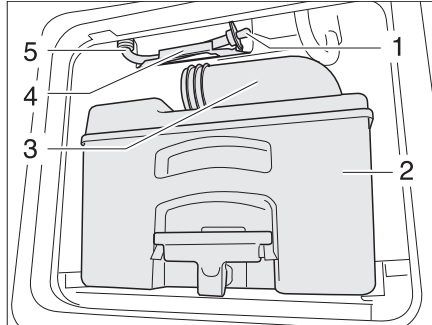

Bild 358 Avloppsslang vattentank toalett
- Töm kassetten (Bild 358,2) på ett därför godkänt avloppshanteringsställe och rengör den.
- Lämna tömningsröret (Bild 358,3) vara öppet.
- Tag ut avloppsslangen (Bild 358,5) ur hållaren (Bild 358,4).
- Ta ur avloppsproppen (Bild 358,1) och låt resterande vatten rinna ut.